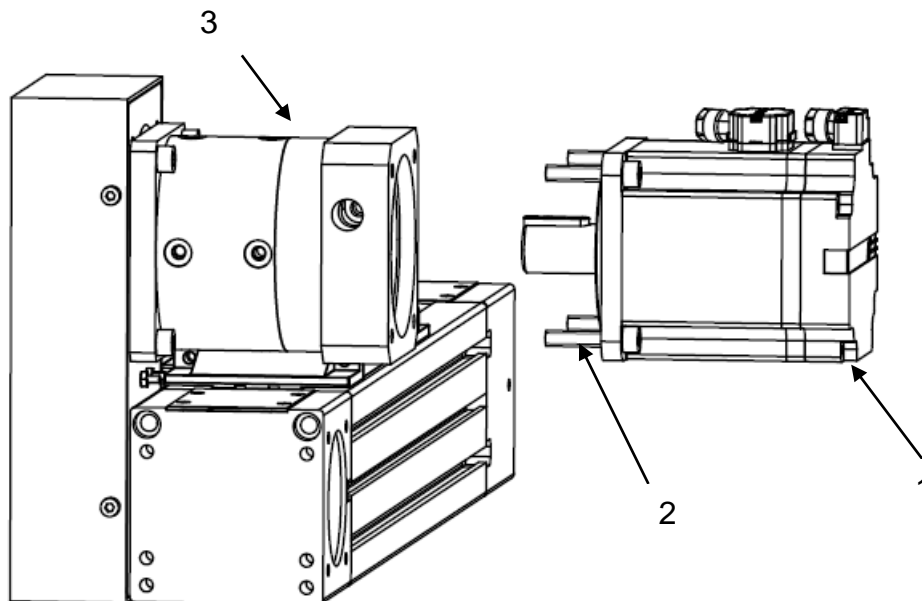

Рисунок 16 – Установка двигателя.
6) установить двигатель (поз. 1) на редуктор (поз. 3) с помощью винтов (поз. 2) (см. рисунок 16);